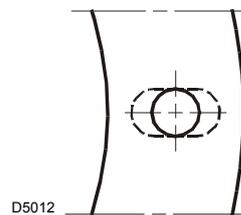

Abb. 10
- Falls erforderlich die Bohrungen der Isolierdichtung (Abb. 10) verbreitern, aber Vorsicht, nicht beschädigen.